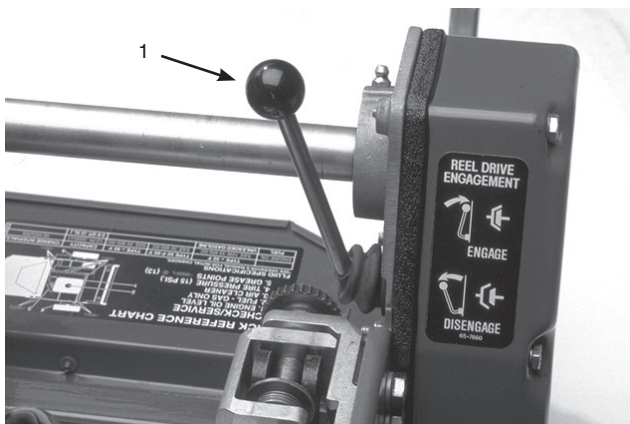
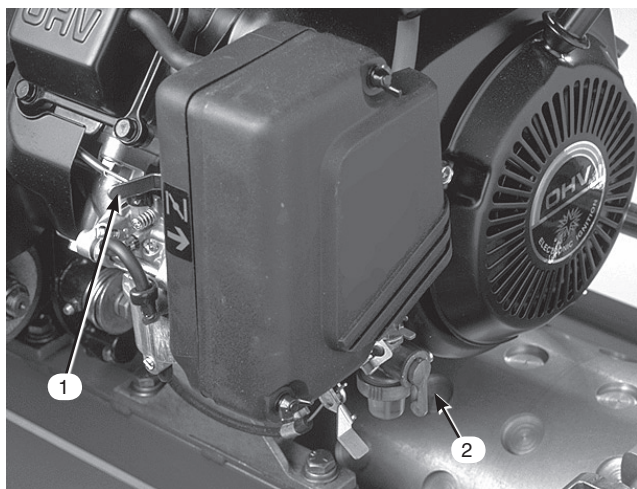

図21
図22
リール回転レバー (図21)
チョーク・レバー (図22)
燃料バルブ 燃料バルブ (図22)
1. 走行レバー (図21) とリール回転レバー (図22) が「解除」位置にあることを確認する。
2. 燃料バルブ (図22) を開く。
5. エンジンが冷えている場合はチョーク (図22) を半開きとする。エンジンが暖まっているときはこの操作は不要。